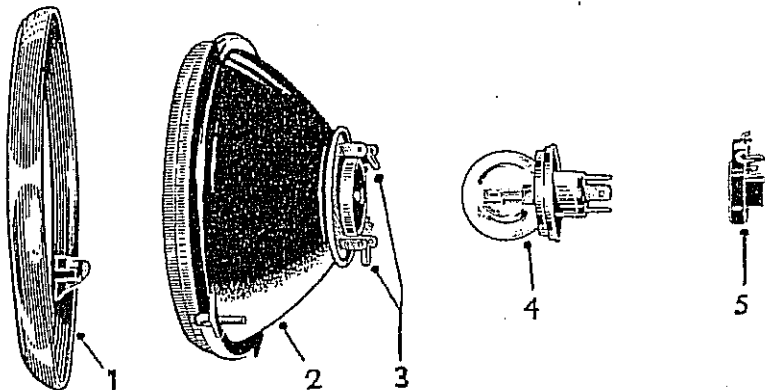

Fig. 165
- 3) Sostener el faro con una mano y desconectar el zócalo de conexión (5) tirando hacia atrás, con la otra mano (ver Fig. 165).
- 4) Retirar la lámpara del faro, levantando los resortes de sujeción (3, Fig. 165). Luego colocar la lámpara nueva libre de grasitud (tomarla con un trapo limpio), con la precaución de que inserte correctamente en su guía.